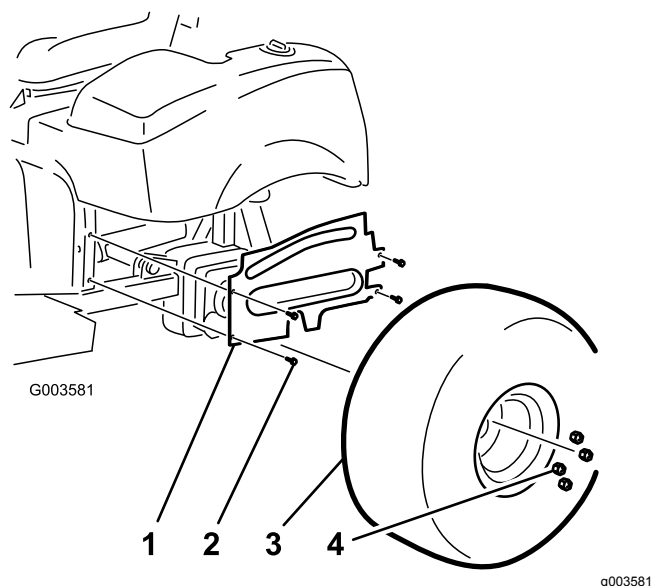

Figura 38
9. Montate le 4 viti a testa flangiata che fissano la copertura della ruota sinistra al telaio (Figura 38).
10. Montate il pneumatico posteriore sinistro (Figura 38).